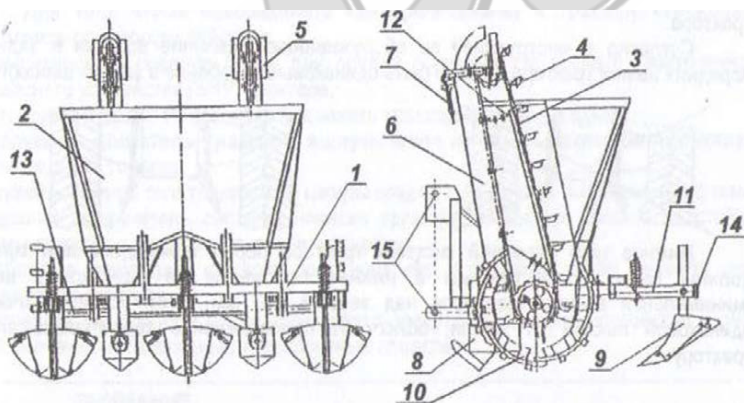

Рисунок 1 – Основные узлы картофелесажалки
Картофелесажалка (рисунок 1) это машина, которая навешивается на ЗНУ трактора при помощи трехточечного навесного устройства (15). Картофелесажалка имеет металлический бункер (2), закрепленный на раме (1).